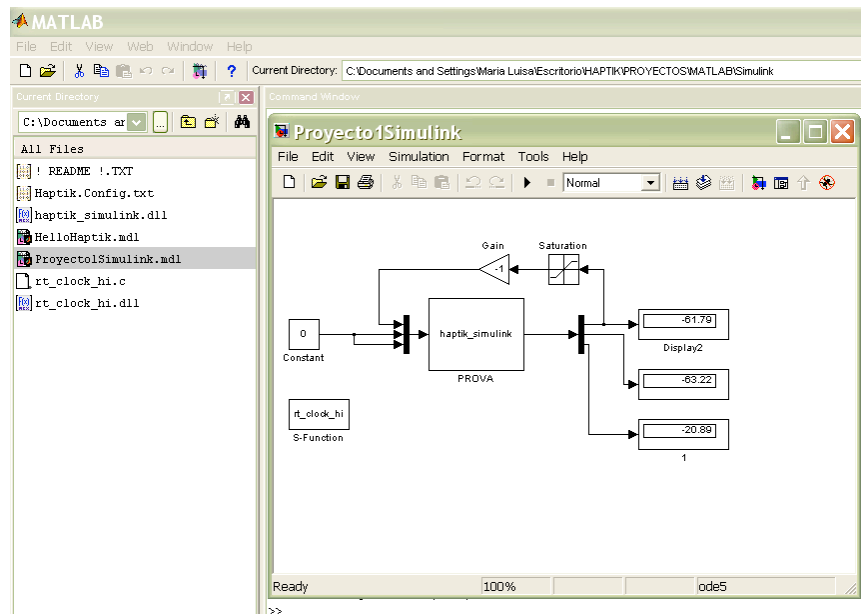

Figura 3. Ejemplo de ejecución y lectura de posición del dispositivo Phantom Omni con Simulink
- Para las aplicaciones con Simulink, HaptiK Libray se incluye además unas funciones S-function en la librería haptik simulink.dll que determinan la información del dispositivo y el tiempo de ejecución de manera que pueda sincronizarse con el hilo haptico. La figura 3 muestra en ejemplo de ejecución con el Phantom Omni. Si no hay dispositivos conectados, el plugin Spectre Mause permite simular el comportamiento haptico de igual manera que con el resto de aplicaciones en C++.